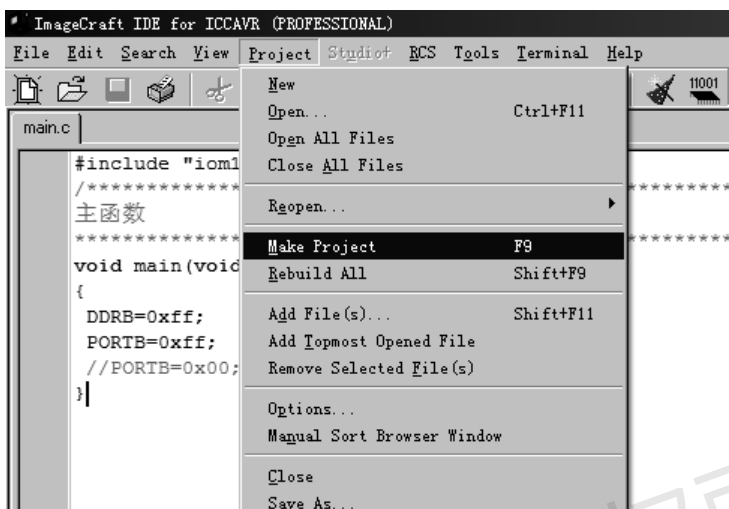

图 1-20 项目编译
(9) 选择 Project 菜单中的 Make Project 选项进行项目编译，如图 1-20 所示。